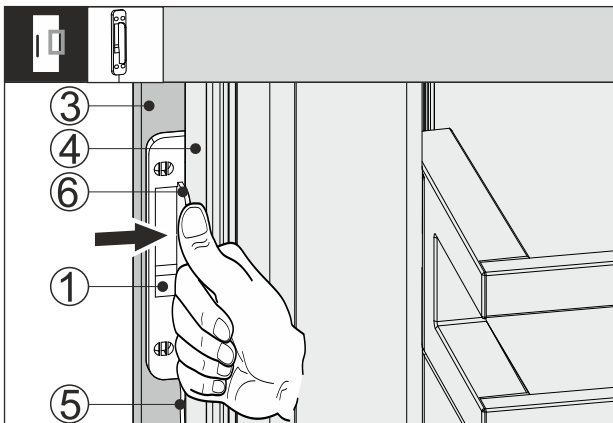

Fig. 67
- ▶ Klopfsensor Fig. 67 (1) zwischen Möbelfront Fig. 67 (3) und Gerätetür Fig. 67 (4) schieben, so dass das Kabel Fig. 67 (5) leicht gespannt ist. Der Anschlag Fig. 67 (6) des Klopfensors liegt an der Gerätetür Fig. 67 (4) an.
- ▶ Klopfsensor Fig. 67 (1) an der Möbelfront Fig. 67 (3) anpressen.
- ▶ Klopfsensor Fig. 67 (1) ist angeklebt. Das Ankleben des Klopfensors optimiert die Übertragung des Klopfsignals.
Dauerhafte Fixierung des Klopfensors Fig. 67 (1) erhöht die Lebensdauer.
- ▶ Klopfsensor Fig. 67 (1) mit den mitgelieferten Schrauben an der Möbelfront Fig. 67 (3) anschrauben.